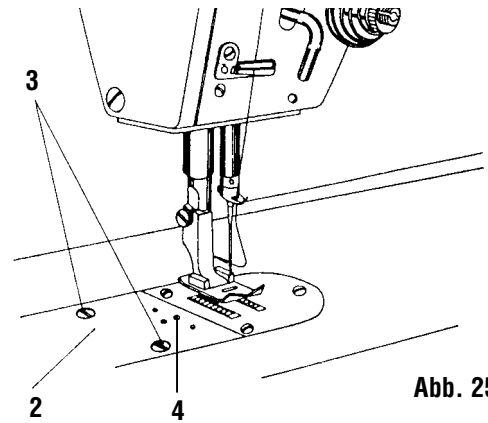

Abb. 25
26. Einstellung des Andruckes vom festen Messer (Abb. 25)
29. Demontage und Montage der Platte (Abb. 25)